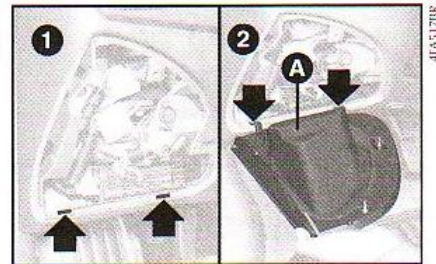

fig. 58
1) Identificar as sedes inferiores das aletas de centragem 1-fig. 58;
2) Centrar as aletas da tampa A-fig.58 nas sedes e colocá-la em contato com o painel; colocar os dois parafusos de fixação;